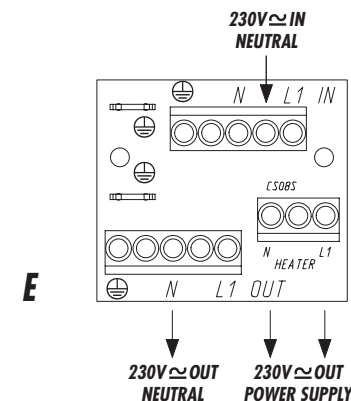

Fig. 4
- (Fig. 4) Il circuito risulterà connesso tramite i morsetti indicati nello schema in Fig. 4 nel caso di tensione di alimentazione del riscaldamento di 230/VAC. È possibile prelevare l'alimentazione per la telecamera dal morsetto predisposto (E).
- (Fig. 4) Le circuit est connecté au moyen des bornes indiquées sur le schéma de la Fig. 4 dans le cas d'une tension d'alimentation de chauffage de 230/VAC. L'alimentation pour la caméra peut être prélevée sur la borne prévue (E).
- (Fig. 4) When the power supply voltage is 230/VAC the circuit will be connected by the terminals shown in the diagram in Fig. 4. It is possible to take off the camera power supply from the terminal provided (E).
- (Fig. 4) Die Schaltung wird, wenn die Heizung mit einer Spannung von 230Vac versorgt wird, mit den Klemmen angeschlossen, die im Schema der Fig. 4 dargestellt sind. Die Speisung für die Kamera kann aus der vorhandenen Klemme (E) abgegriffen werden.